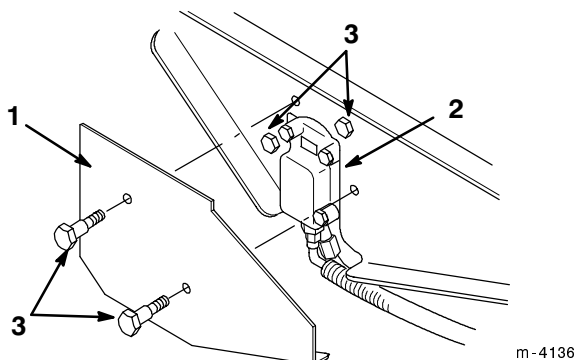

Figure 20
1. Retirer les deux boulons de fixation du panneau de protection latéral, et déposer le panneau (Fig. 20).
2. Retirer les deux boulons de fixation du boîtier du moteur hydraulique (Fig. 20).